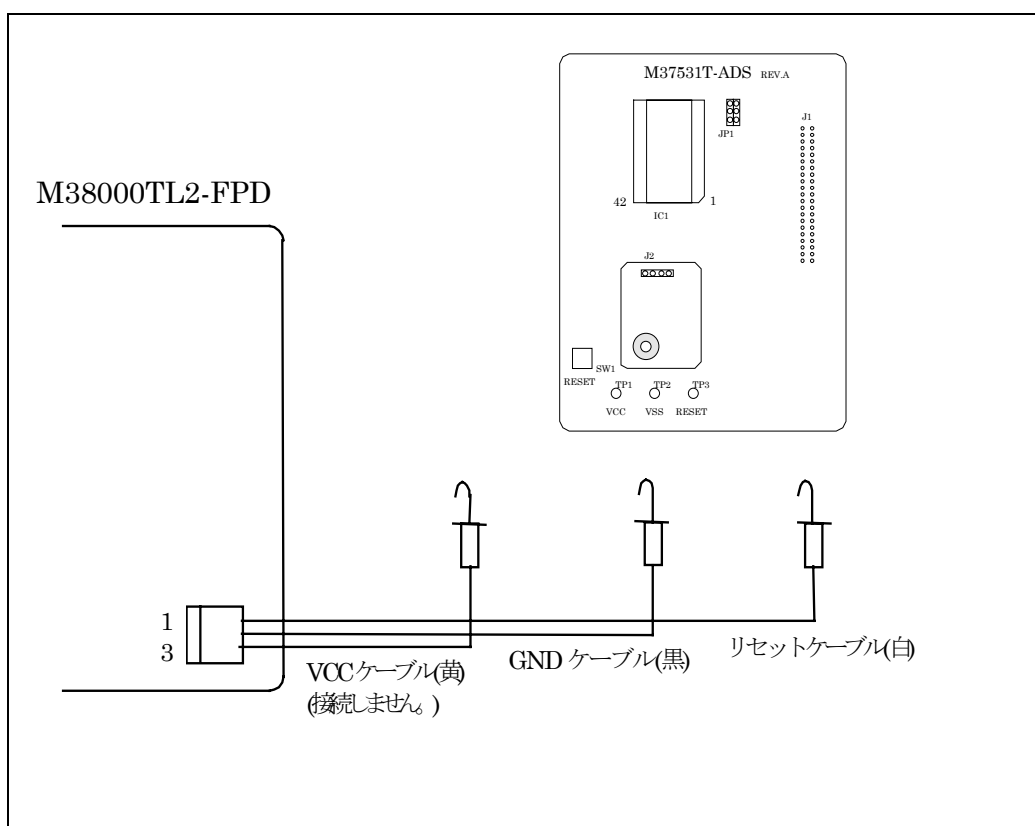

図 4.2 M37531T-ADS 接続使用形態
- (1)エミュレーションポッドの白色ケーブルを M37531T-ADS の RESET(TP3)端子へ、黒色ケーブルを M37531T-ADS の Vss(TP2)端子へ接続してください。
- (2)M37531T-ADS の Vcc 端子に別途用意した電源電圧を接続してください。(電源の GND 出力も M37531T-ADS の Vss 端子へ接続してください)。
- (3)エミュレーションポッドの黄色ケーブルは Vcc(TP1)端子に接続しないでください。
- 表 4.1にコネクタケーブルと信号の対応、図 4.2に接続使用形態を示します。